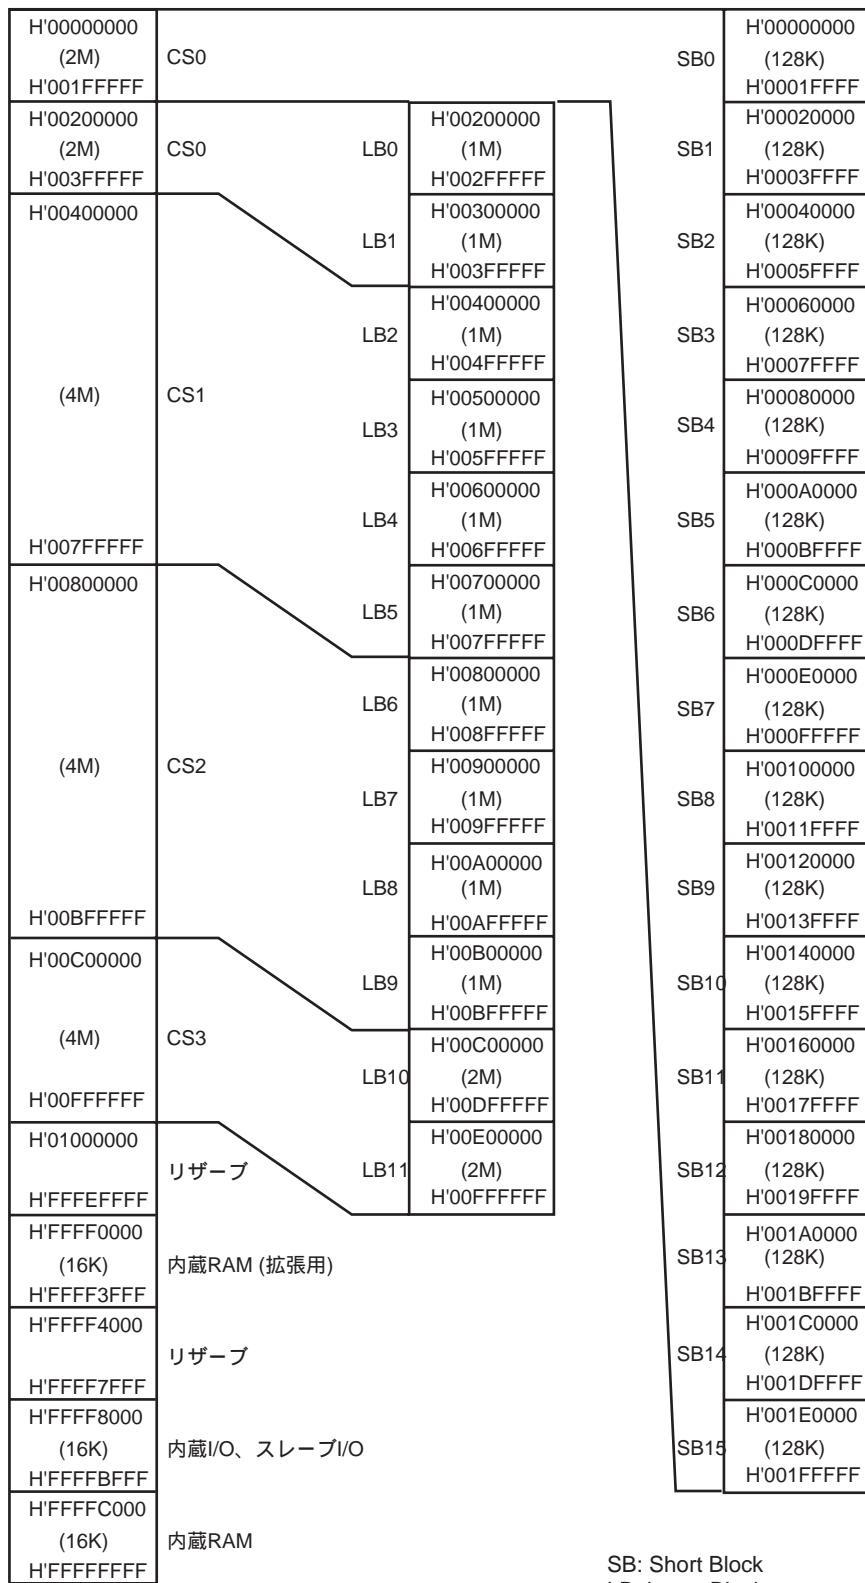
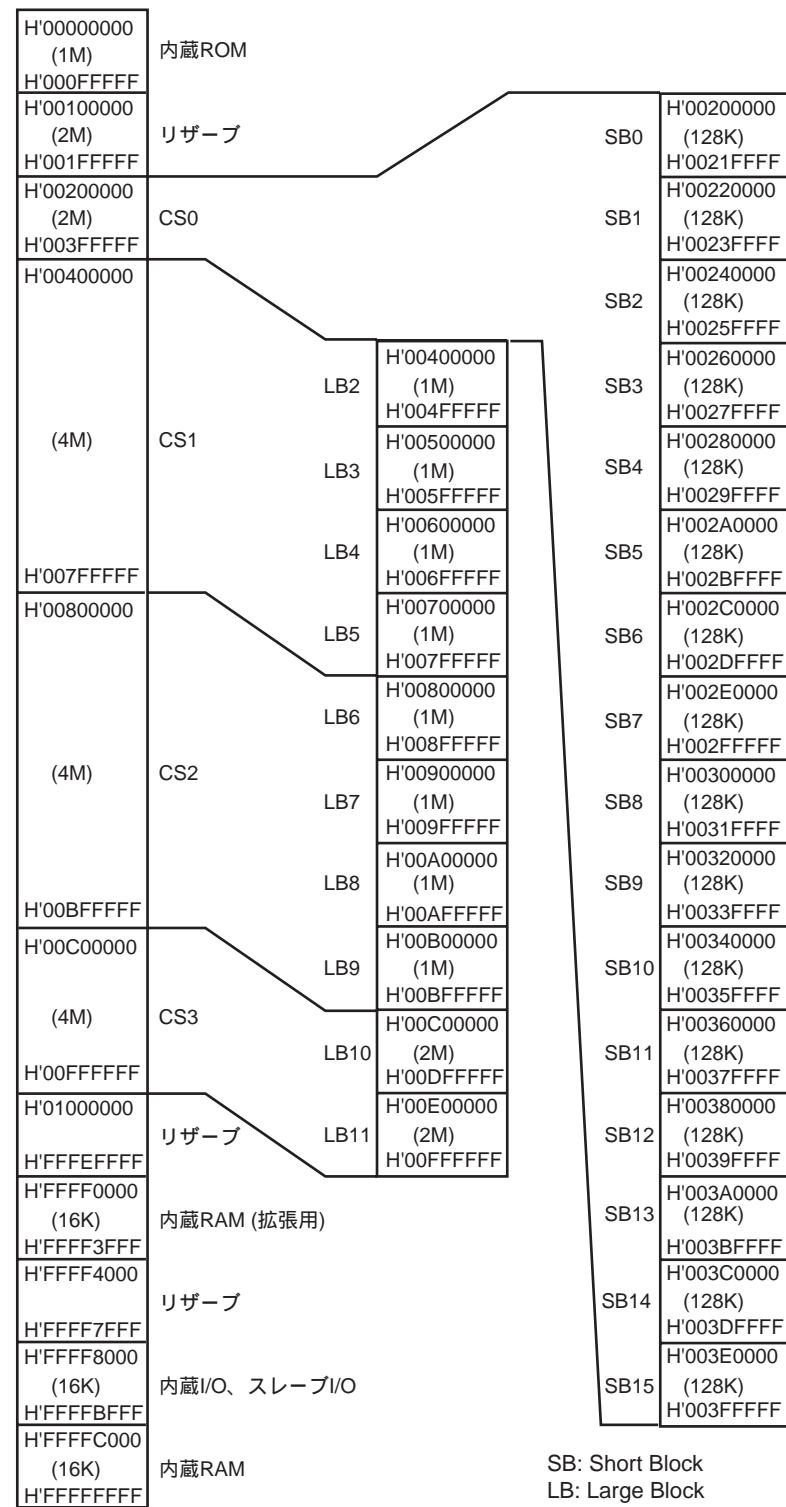

図 5.1 内蔵 BOM 無効モード時メモリマップ
図 5.2. 内蔵 ROM 有効モード時メモリマップ
- (1) 本エミュレータはエリアコントロールを図5.1および図5.2のメモリブロックに分けて管理しています。ユーザシステム上のメモリとエミュレータのエミュレーションメモリを1ブロックに共存させることはできません。
- (2) エミュレーションメモリ使用時は、エミュレーションメモリ割り付けエリアにWAITステートサイクルが50MHz動作時、1サイクル以上必要です。エミュレーションメモリをご使用になる際には、以下の表を参照してバスステートコントローラにウェイト数を設定してください。
メモリマップは、CS 空間ごとに 128k バイト、1M バイトまたは 2M バイトのブロックのいずれかに分割されています。アクセス属性の変更は各ブロック単位に設定することができます。各 CS 図空間で使用できるブロックのサイズは図 5.1 または図 5.2 を参照してください。
エミュレーションメモリの設定も、アクセス属性と同様にブロック単位 (図 5.1 または図 5.2) に設定することができます。1M バイトまたは 2M バイトのブロックに、複数個の 128k バイトのエミュレーションメモリを設定することができます。ただし、割り付けたブロックの残りのエリアは使用することができなくなります。1M バイトのエミュレーションメモリを 1 つだけ 2M バイトのブロックに割り付けた場合も同様です。